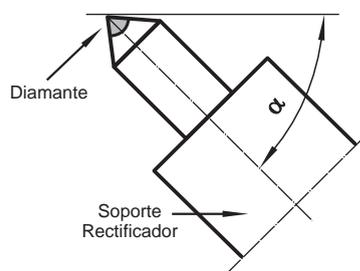

Fig. 1
- a) Coloque la herramienta con punta de diamante en el soporte rectificador.(Fig. 1)